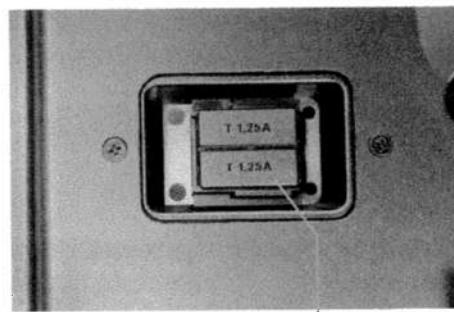

Bild 17 22
Zum Wechseln der defekten Sicherungen kann der Sicherungshalter (22) herausgezogen werden (Bild 17).
The projector has two slow-blow fuses with a rating of 1.25 A in the base plate to protect against overloads or short-circuits in the switching circuit. The fuse holder (22) can be pulled out to replace blown fuses (Fig. 17).
La protection du projecteur contre les surcharges ou les courts-circuits du circuit de courant de commutation est assurée par deux fusibles T 1,25 A situés dans le socle de l'appareil. Pour remplacer les fusibles défectueux, retirer le porte-fusible (22) (figure 17).